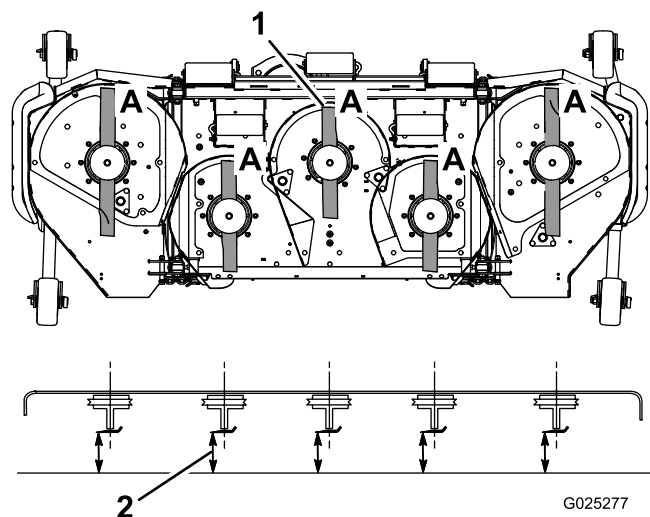

Figure 25
3. Tournez les lames dans le sens longitudinal (Figure 25).
4. Mesurez la distance entre la surface plane et le tranchant (position A) des lames (Figure 25). Notez cette valeur.